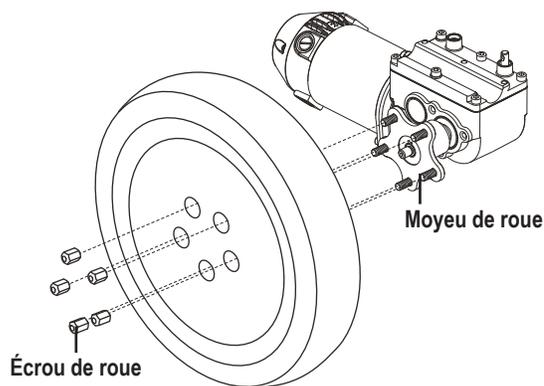

Figure 23. Enlèvement de la roue motrice
4. Retirez les cinq (5) écrous de roue du moyeu. **Voir la figure 23.**